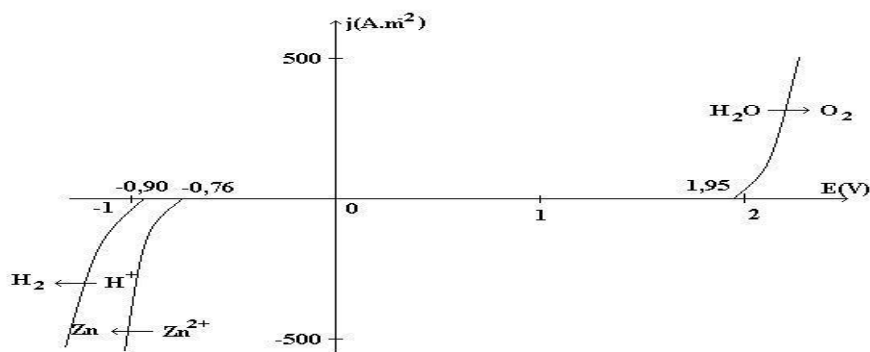

Figure 6 : courbes intensité-potentiel pour l'eau et les ions zinc
- 17- A l'aide la figure 6 donner l'équation d'électrolyse qui a réellement lieu. A quoi sont dus ces changements ? Si on impose une densité de courant de 500 A.m^{-2} , quelle devrait être la différence de potentiel appliquée aux bornes des électrodes ?